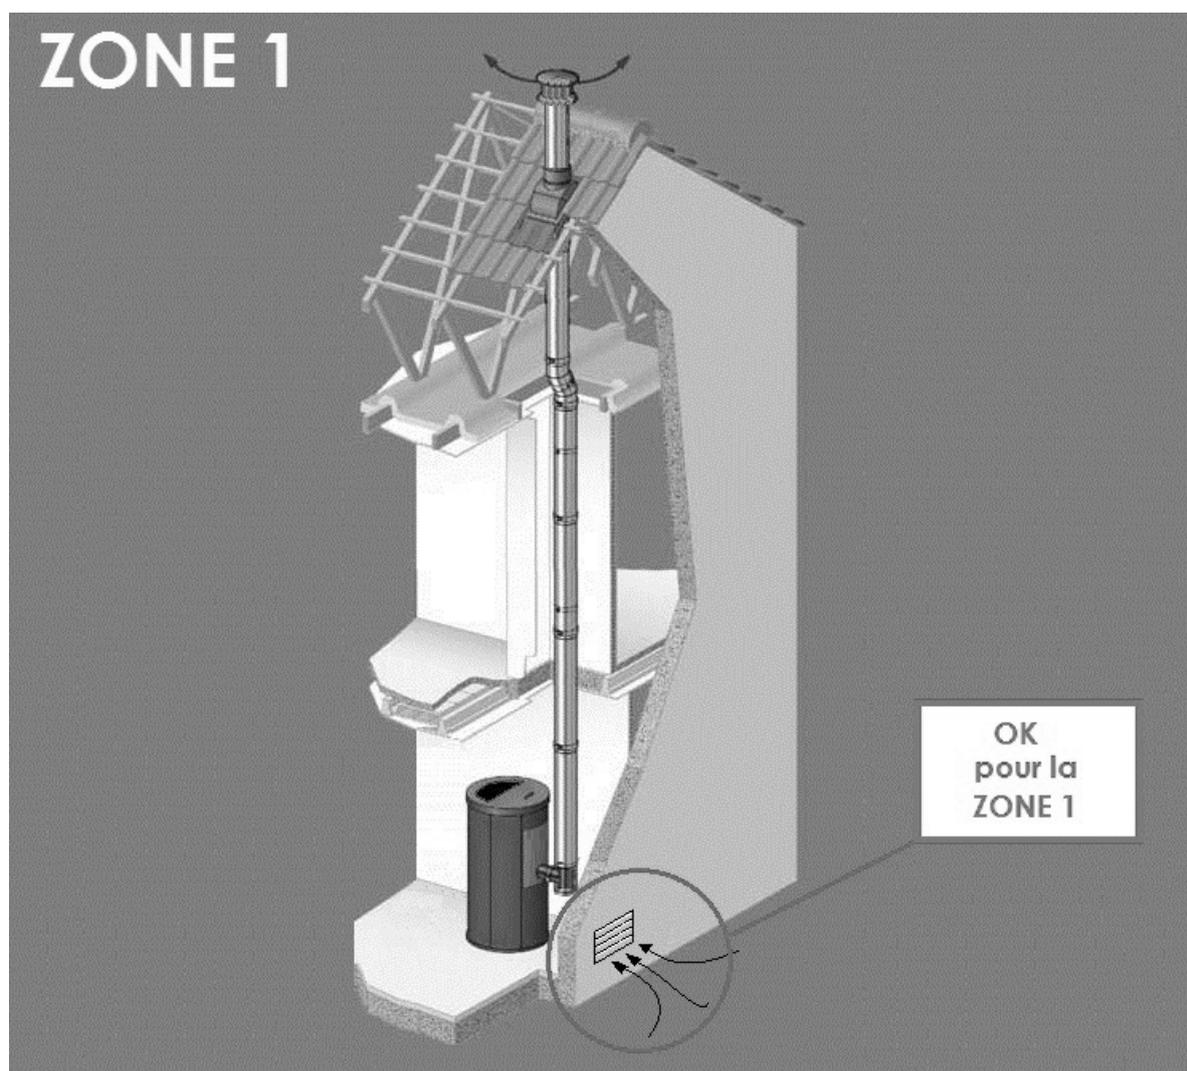

Fig. 9 - Installation possible pour tous les poêles (ZONE 1)
- L'afflux d'air entre l'extérieur et la pièce peut se produire directement, à travers une ouverture dans les murs extérieurs de la pièce (solution conseillée voir Fig. 9)